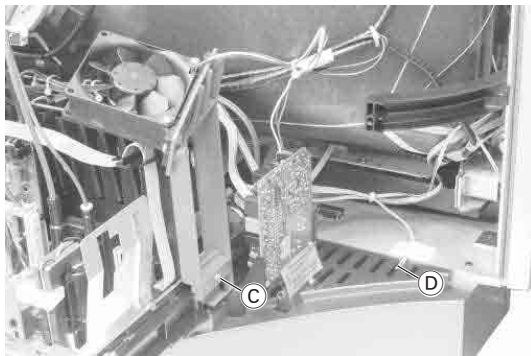

Fig. 5
- Fernsehchassis-Schraube ③ (Fig. 5) herausschrauben und Lüfter abnehmen, gegebenenfalls Leitungen lösen.
- Temperatursensor ④ (Fig. 5) Fixierung lösen und diesen herausnehmen.
Hinweis: Der Temperatursensor ④ (Fig. 5) muß wieder an der gleichen Stelle fixiert werden.
- Undo the screw ③ on the TV chassis (Fig. 5) and remove the fan. Disconnect the cables if necessary.
- Detach the fastener from the temperature sensor ④ (Fig. 5) and take the sensor out.
Note: Refit the temperature sensor ④ (Fig. 5) to the same position.